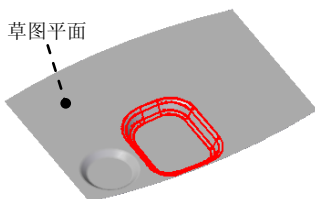
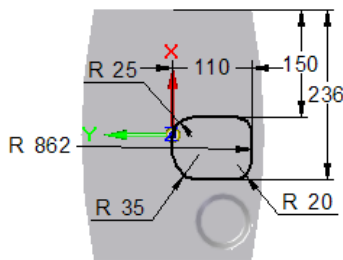

图 6.9.11 凹坑特征 2
图 6.9.12 截面草图
(3) 定义凹坑属性。在命令条中单击按钮，单击“偏置尺寸”按钮，在“距离”文本框中输入值 8，单击按钮，在“拔模角 (T)”文本框中输入值 45；在“倒圆”区域选中 ☒ 包括倒圆 (I) 复选框，在“凸模半径”文本框中输入值 5，在“凹模半径”文本框中输入值 6；取消选中 ☐ 包含凸模侧拐角半径 (A) 复选框，单击 **确定** 按钮；定义其冲压方向向下，单击“轮廓代表凹模”按钮.
(4) 单击命令条中的 **完成** 按钮，完成特征的创建。
Step6. 创建图 6.9.11 所示的凹坑特征 2。
(1) 选择命令。单击“主页”功能选项卡“钣金”工具栏中的“凹坑”按钮.
(2) 绘制凹坑截面。选取图 6.9.11 所示的模型表面为草图平面，绘制图 6.9.12 所示的凹坑截面草图。
注意：图 6.9.12 中实体特征右侧圆弧边线与半径为 862 的圆弧同心。